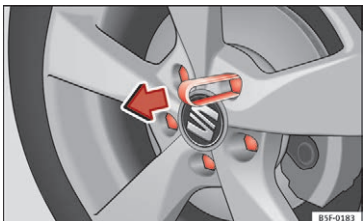

Fig. 61 Sådan tages hjulboltens dækkapper af
- Skub plastikklemmen (hører med til bilens værktøj) på dækkappen, indtil den går i hak » **Fig. 61**.